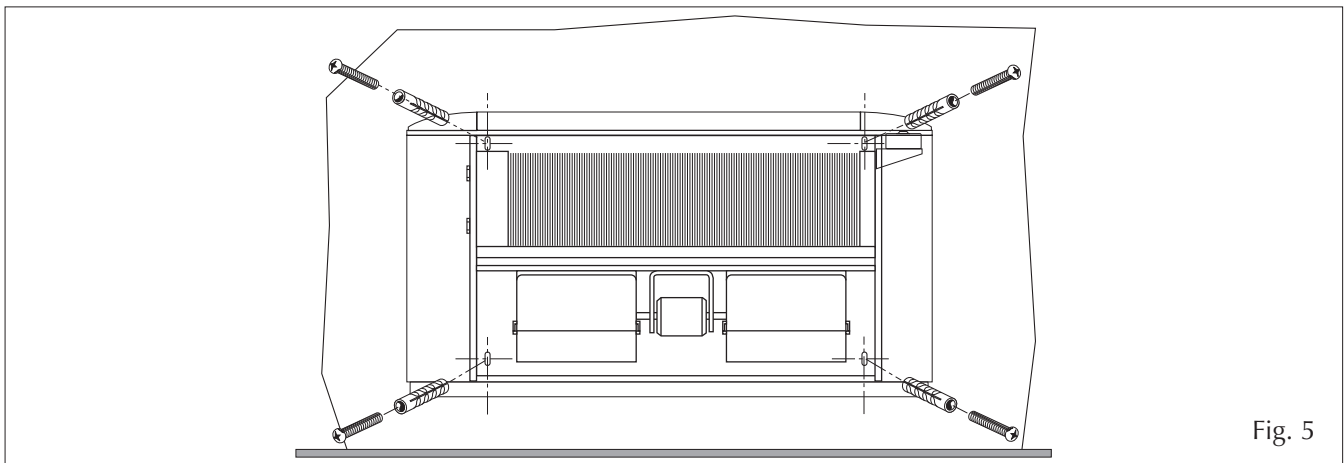

Fig. 5
- Zur Wand- und Deckenbefestigung mit (nicht beigestellten) Expansionsdübel gemäß Abb. 5 vorgehen.